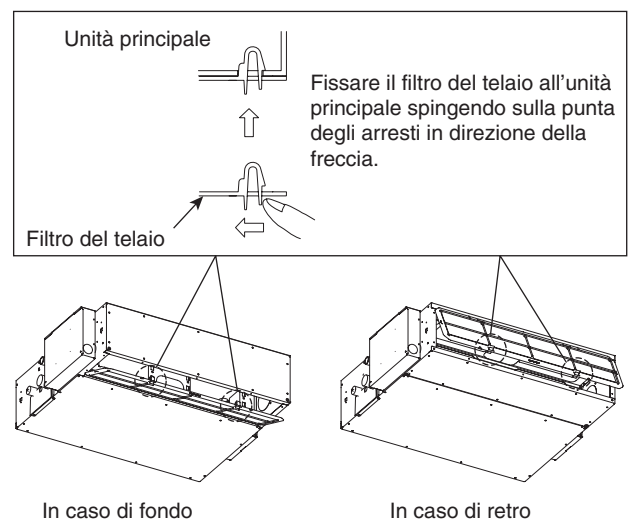

Fig. 3-6
- (3) Fissare il filtro del telaio (in dotazione) nel modo illustrato nella figura. (Fig. 3-6)